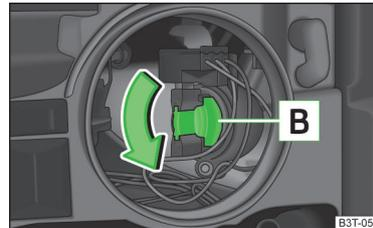

Abb. 203 Halogen-Scheinwerfer: Glühlampe für Fern- und Tagfahrlicht wechseln
- Den Sockel B » Abb. 203 bis zum Anschlag in Pfeilrichtung drehen.